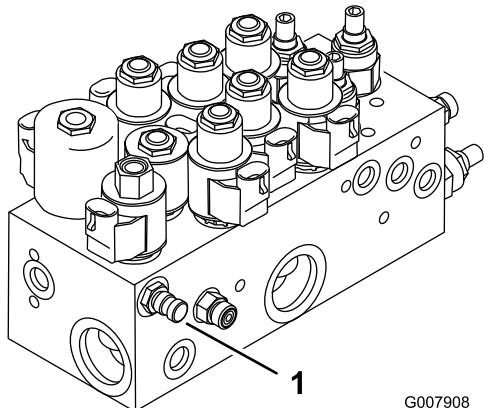
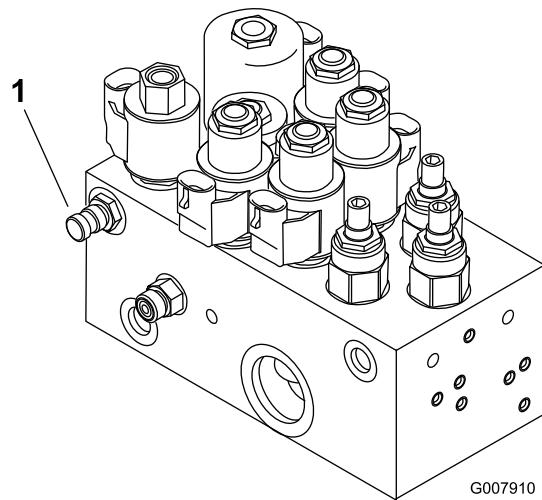

図 79
図 80
1. テストポートA（図 79 と 図 80）は、昇降シリンドラの故障探究用です。